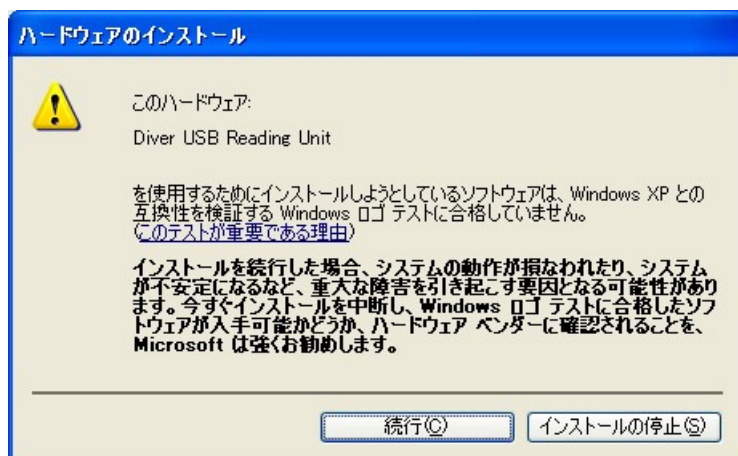

図7
8. ドライバの検索が開始され、ドライバが検出されると図7のウィンドウが表示されますので、[続行]をクリックします。